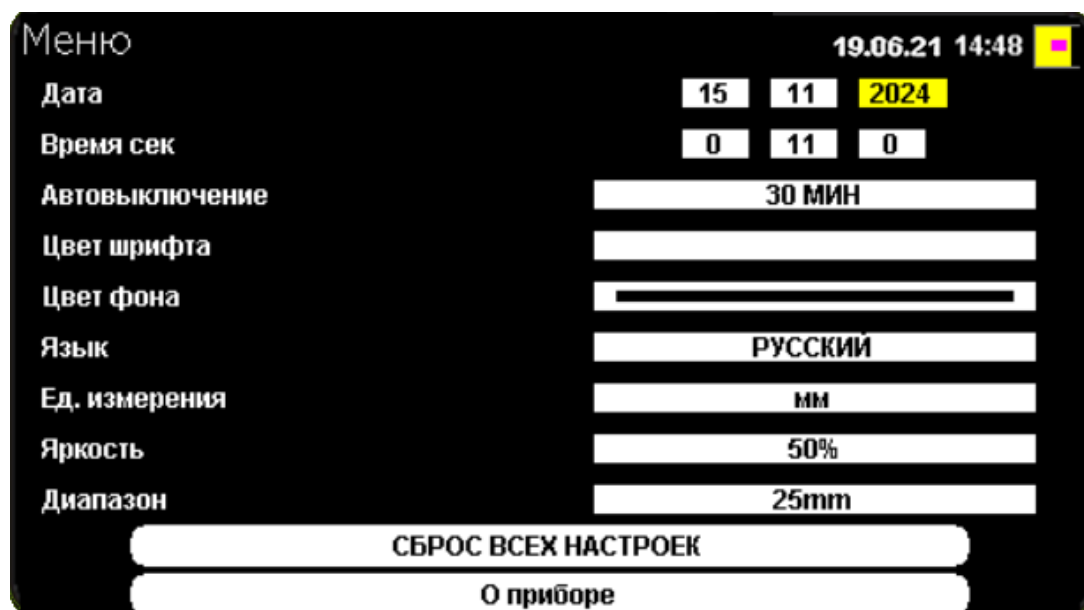

Рисунок 2.6 – Внешний вид меню пользователя
2.6.1 Для входа в меню пользователя (Рисунок 2.6) нажать на кнопку . Описание пунктов меню пользователя приведено в таблице 2.4.